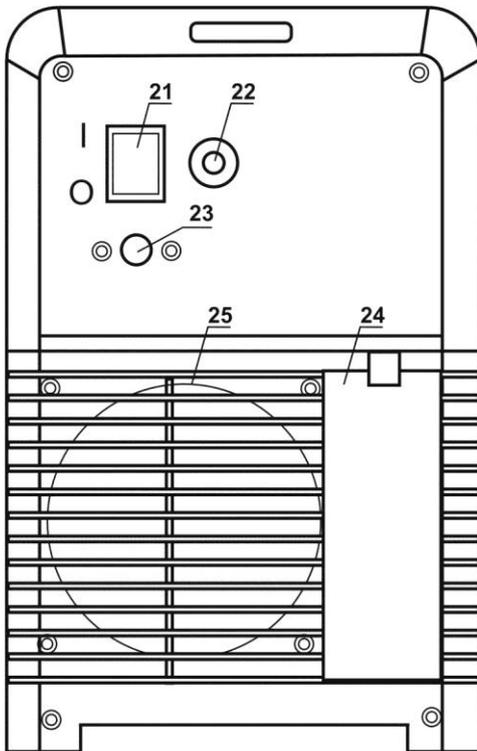

Fig. 3 – éléments du panneau arrière
Raccorder la fiche de l'appareil au réseau et mettez l'appareil en marche à l'aide de l'interrupteur principal fig. 3, pos. 21.
2. Branchez le câble de mise à la terre dans (+) du raccord rapide pos.18.
3. Branchez le connecteur de la commande du brûleur au connecteur pos. 19.
4. Raccorder le tuyau de gaz du connecteur de la soupape de réduction sur la bouteille de gaz au connecteur sur le panneau arrière fig.3, pos.22.
5. Sélectionnez le mode TIG  à l'aide du bouton pos. 8. LED pos. 6 s'allume.
6. Réglez le courant de soudage à l'aide du potentiomètre pos. 14.
7. Vous pouvez régler le temps de descente de courant à l'aide du potentiomètre pos. 13.
1. Branchez le brûleur MIG/MAG au connecteur, pos. 17.
2. Branchez le câble de mise à la terre dans (-) du raccord rapide pos. 20.
3. Branchez le tuyau de gaz de la valve de réduction de la bouteille au connecteur de branchement de gaz sur le panneau arrière - fig. 3, pos. 22.
4. Sélectionnez le mode MIG/MAG  à l'aide du bouton pos. 8. LED pos. 5 s'allume.
5. À l'aide du bouton pos. 10, sélectionnez deux temps ou quatre temps, le LED correspondant pos. 9 ou 11 s'allume.